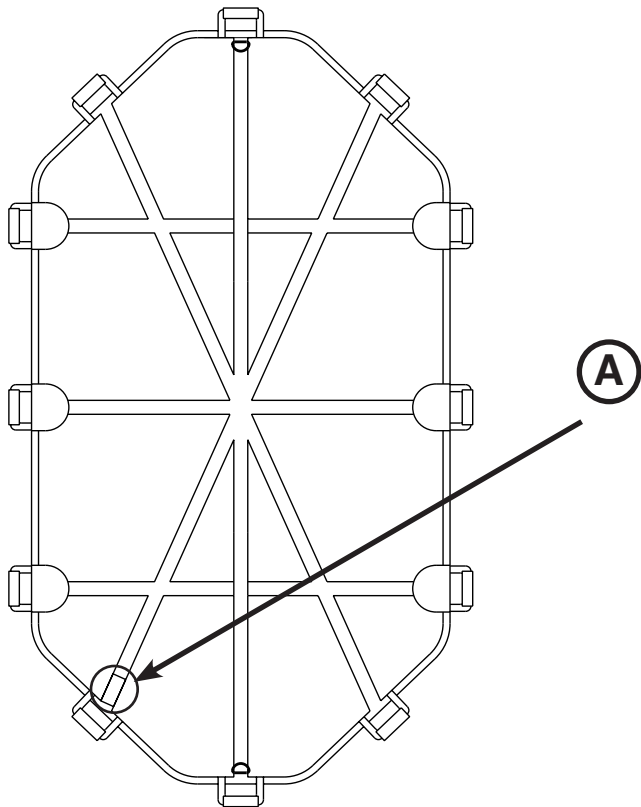

Figure 1 : Numéro de lot et emplacement
Tenir le numéro de lot situé sur l'étiquette d'informations (A) du produit Stryker à disposition (comme le montre la Figure 1) avant d'appeler le service clientèle ou le support technique de Stryker. Inclure le numéro de série dans toutes les communications écrites.